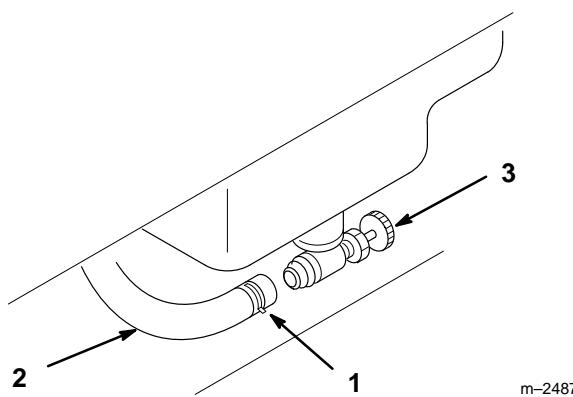

Figure 38
3. Desserrer le collier de fixation de la conduite d'alimentation et le faire glisser sur la conduite pour l'éloigner du robinet (Fig. 38).
4. Détacher du robinet la conduite d'alimentation (Fig. 38). Un peu d'essence s'écoule lorsqu'on débranche le flexible du robinet. Raccorder un
5. Reconnecter la conduite d'alimentation au robinet d'essence. Faire glisser le collier jusqu'au robinet pour fixer la conduite d'alimentation (Fig. 38). Le robinet doit normalement rester ouvert, sauf lors d'entretiens du système d'alimentation ou du transport du tracteur sur une remorque.